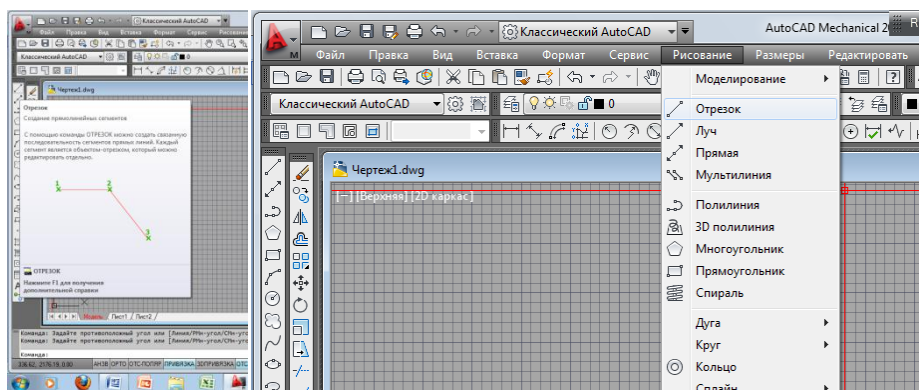

Рисунок 2.7 – Команда «Отрезок»
– из строки меню «Рисование» – «Отрезок» (рисунок 2.7). .